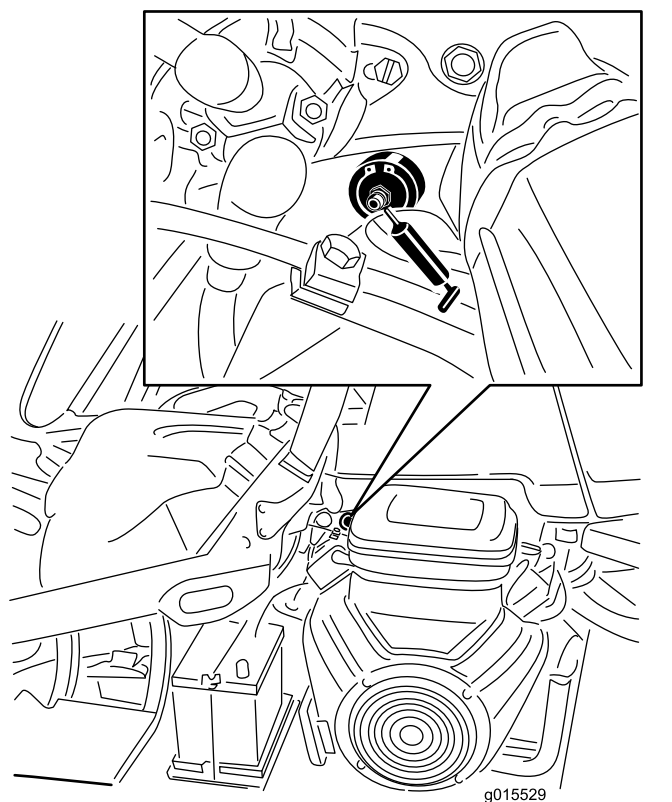

Figure 25
1. Essuyez le graisseur pour éviter que des impuretés ne pénètrent dans le roulement ou la bague (Figure 25).